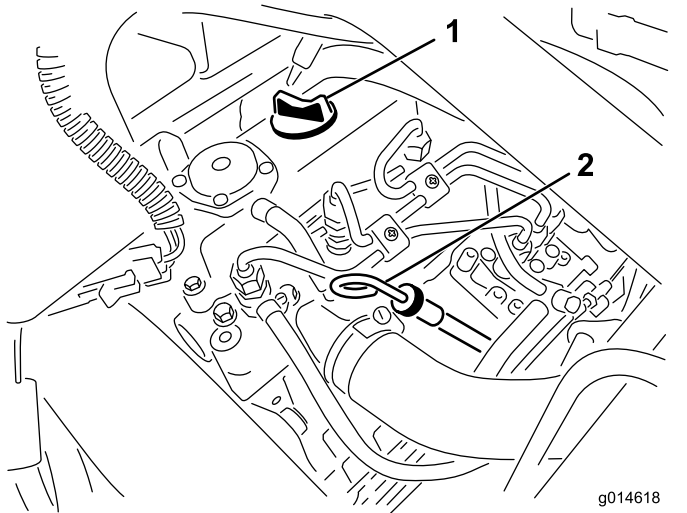

Figura 41
2. Retire la varilla y límpiela con un paño limpio (Figura 41).